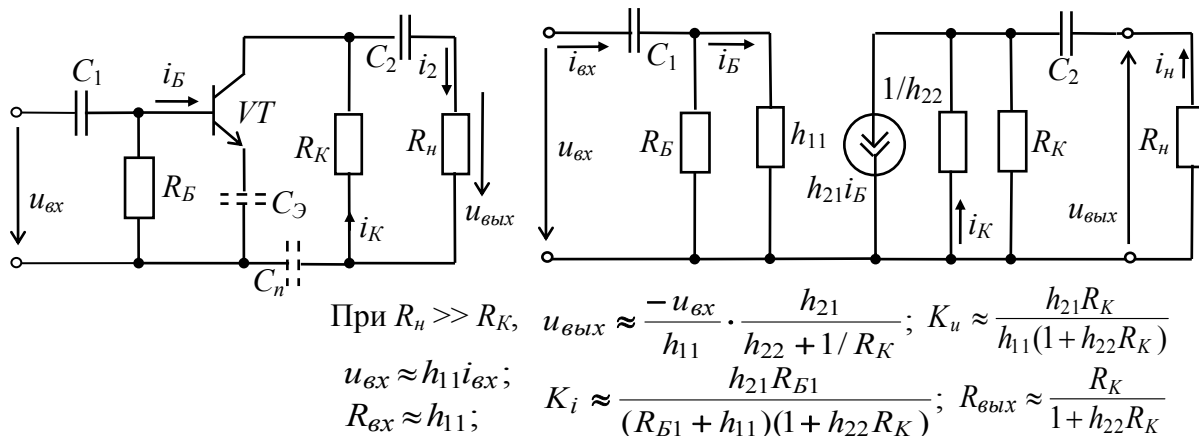

Рис. 2
2. Для рассчитанного по постоянному току в п.1. каскада ОЭ произвести расчет по переменному току на средних частотах (Найти коэффициент усиления по напряжению  $K_u$ , входное  $R_{вх}$  и выходное сопротивление  $R_{вых}$  по переменному току). Сопротивление источник сигнала  $R_s=100\text{Ом}$ , сопротивление нагрузки  $R_n=1\text{кОм}$ . Использовать эквивалентную схему каскада переменному току (рис.2) и справочные данные на заданный транзистор.